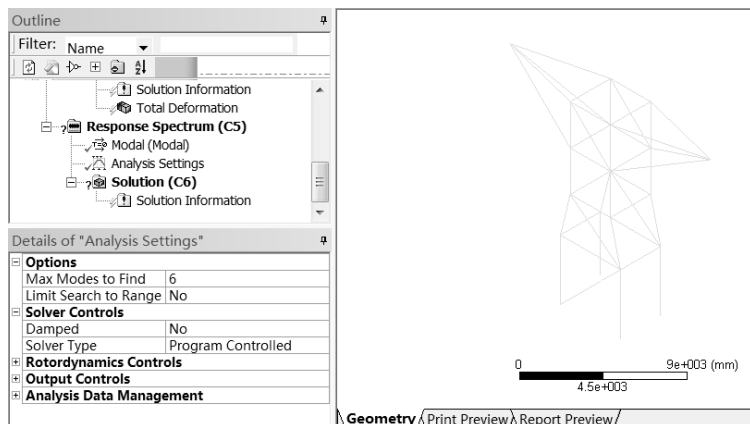

图 8-26 Mechanical 界面
Step3：如图 8-26 所示，双击项目 C 的 C5 (Setup) 选项，进入 Mechanical 界面。